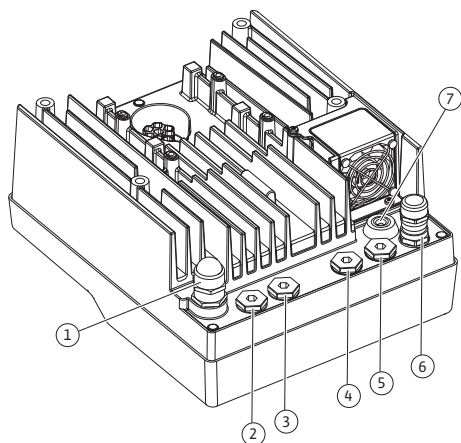

Fig. 19: Presetupe pentru cabluri/treceri de cabluri
| Racord   | Presetupă pentru cablu | Trecere de cabluFig. 19,Poz. | Nr. borne                               |
| Racord   | Presetupă pentru cablu | Trecere de cabluFig. 19,Poz. | Nr. borne   |
4. Introduceți cablul de conectare prin presetupa pentru cablu M25 (Fig. 19, Poz. 1). Strângeți presetupa pentru cablu la cuplurile de strângere prevăzute.